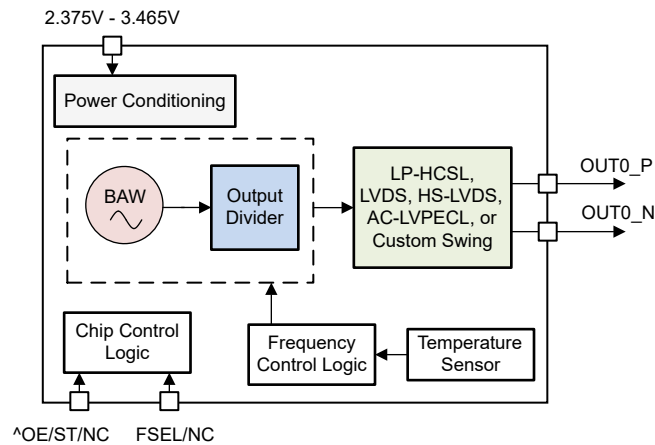

图 2-1. LMK6Bx 简化方框图
LMK6Bx BAW 振荡器是一个固定频率、出厂编程的超低抖动振荡器，具有 AC-LVPECL、LVDS、HS-LVDS、自定义摆幅（50MHz 至 2500MHz）和 LP-HCSL（50MHz 至 625MHz）差分输出类型选项，支持 2.5V 和 3.3V。对于 3.3V 电源，HS-LVDS 和自定义摆幅输出类型摆幅可以在 350mVppd 至 2Vppd 范围内以 50mVppd 阶跃进行编程；对于 2.5V 电源，自定义摆幅的阶跃最高可达 1.5Vppd，LVDS 的阶跃最高可达 1.6Vppd。LMK6Bx 具有两个功能引脚。引脚 1 具有输出使能 (OE) 或待机 (ST) 控制功能，引脚 2 提供可选输出频率选择 (FSEL)，其中 OPN 中指定的频率可以进行 2 分频或 4 分频。图 2-1 展示了 LMK6Bx 的方框图。